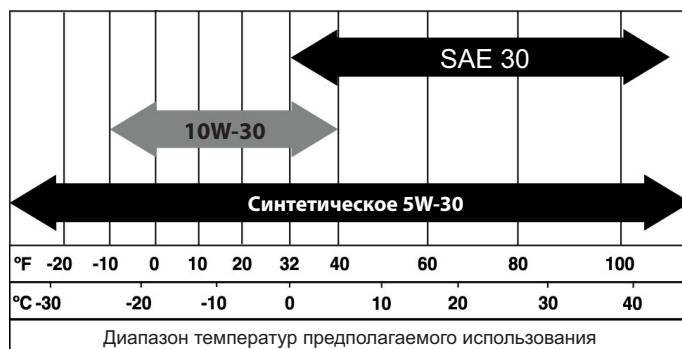

Рисунок 4-1: Рекомендации по использованию масел в зависимости от температуры
- Заново наполните двигатель рекомендуемым маслом. Рекомендуемое масло см. на Рисунок 4-1.